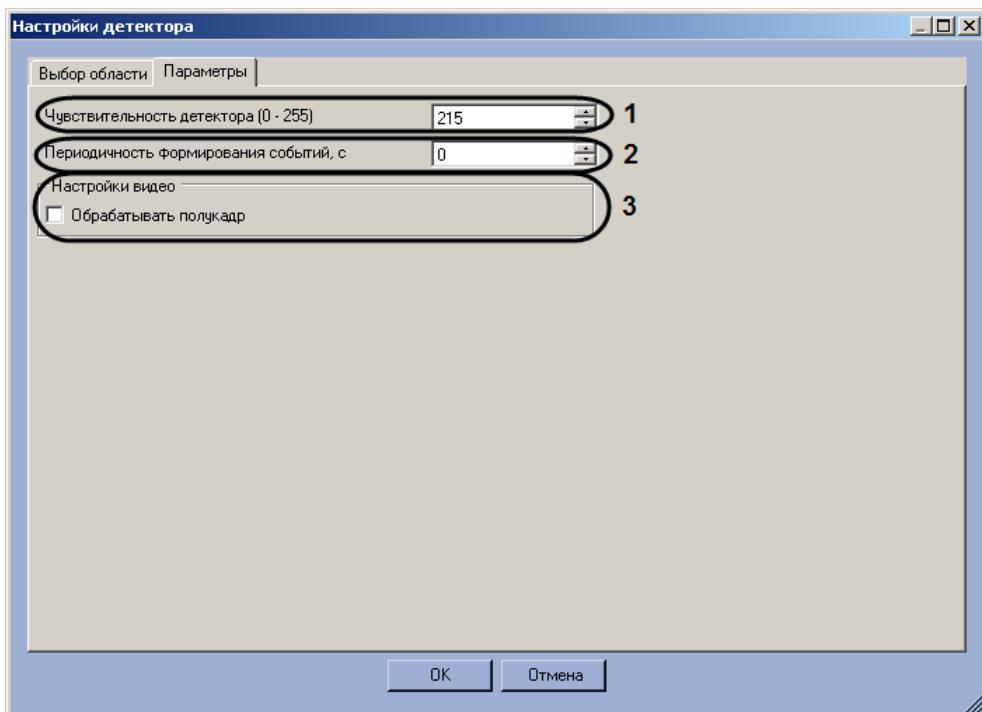

Рис. 7.5—5 Задание параметров программного модуля «Детектор светофора»
- 4.3 В поле «Периодичность формирования событий, с» ввести период времени в секундах между формированием сообщений о состоянии сигналов светофора (см. Рис. 7.5—5, 2).
- 4.4 Если требуется производить распознание состояния сигналов светофора на полукадрах, необходимо установить флагок «Обрабатывать полукард» (см. Рис. 7.5—5, 3).
5. Нажать кнопку «OK» для сохранения изменений и возврата на панель настроек объекта «Детектор светофора» (см. Рис. 7.5—5, 4).